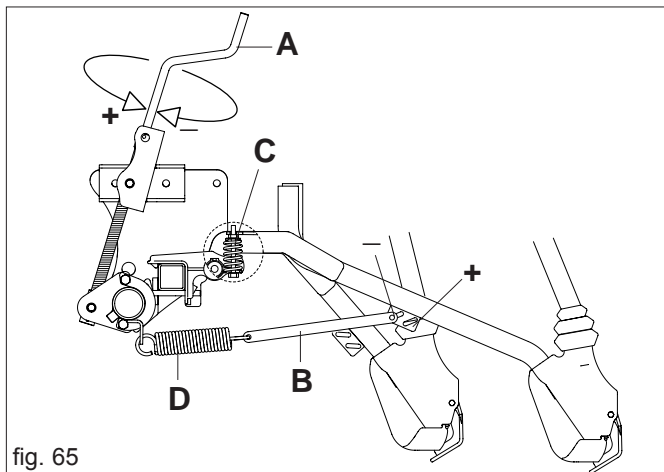

fig. 65
La profundidad de la siembra viene graduada, simultáneamente por todos los surcadores, mediante una manivela (A Fig. 65) que permite, si girada en sentido opuesto a los horarios, ejercer mediante los resortes de tracción, una mayor presión de los surcadores en el terreno y por lo tanto automáticamente una caída más profunda de la semilla.
Se puede graduar ulteriormente la presión individualmente variando la posición de los tirante (B Fig. 65).
Los surcadores de bota están dotados de un muelle (C, Fig. 65) que permite ajustar en cero el peso de cada elemento con muelle (D) completamente descargado. En estas condiciones es posible efectuar siembras superficiales.